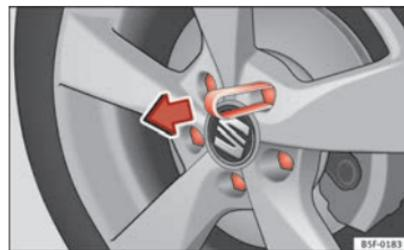

Fig. 166 Roue : boulons de roue avec capuchons
- Encastrez la pince en plastique (outillage de bord) sur le capuchon jusqu'à ce qu'elle s'emboîte ⇒ fig. 166.